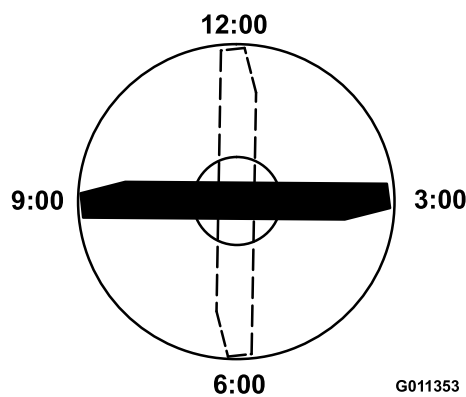

Figura 100
(a direito na direção do corte) (Figura 100) e meça a altura da mesa à extremidade de corte da lâmina.
6. Rode a extremidade marcada da lâmina para as posições das 3 horas e das 9 horas (Figura 100) e meça as alturas.